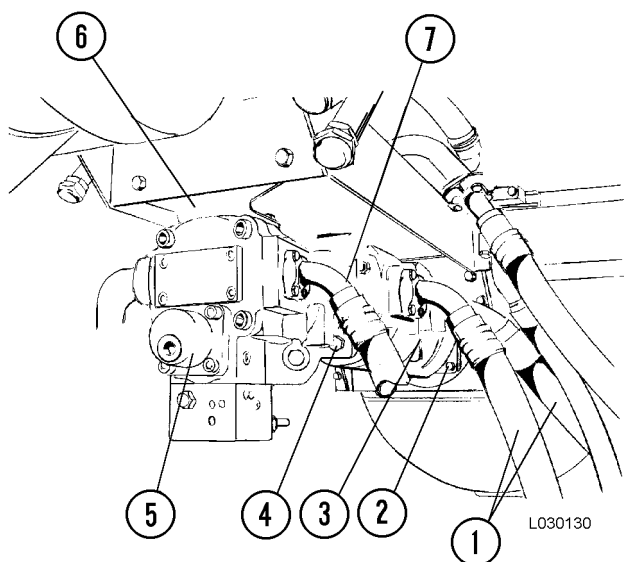

FIGURA 3-2. BOMBA HIDRÁULICA
5. Afloje los tornillos que aseguran las mangueras de salida y de entrada (1, Figura 3-2) en la bomba de levante, para que el aceite se drene. Retire las mangueras de entrada y de salida. Tape o cubra todas las líneas, así como también las entradas y salidas de la bomba para evitar que ingrese contaminación.
8. Retire los cuatro tornillos (2, Figura 3-2) que fijan la bomba de levante al soporte de apoyo delantero. Retire los seis tornillos que sostienen el soporte de apoyo (6) al soporte del módulo de la bomba. Retire el soporte de apoyo.
6. Apriete los tornillos del soporte de apoyo de la bomba de dirección (6, Figura 3-2) al torque estándar.